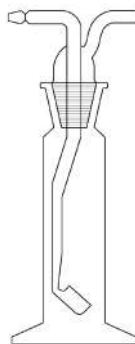

Рис. 98. Газопромывочная
6. **Газопромывочная бутыль**, также известная как **склянка Дрекслея**, с пришлифованной горловиной и фильтром из спеченного стекла (рис. 98). Шлиф горловины – 45/40, изделие поставляется с насадкой с входной и выходной трубками. Лабораторный инструмент данного типа применяется для высушивания или очистки газов. Материал, из которого выполнена бутыль – прочное стекло, устойчивое к воздействию